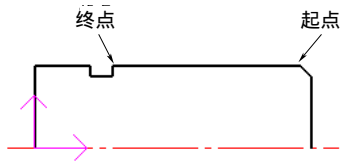

图 4-110 拾取螺纹起点和终点
1)根据系统提示,依次拾取螺纹的起点和终点,如图 4-110 所示。拾取完毕,系统弹出“螺纹参数表”对话框。前面拾取点的坐标同时显示在螺纹参数表中。